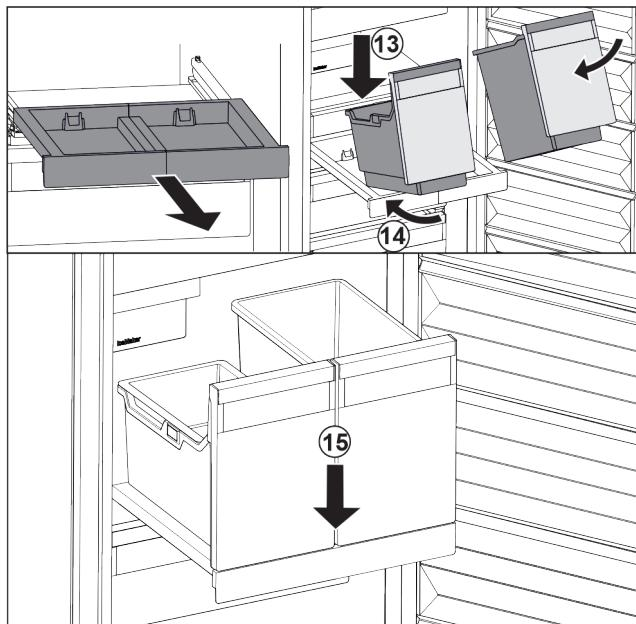

Fig. 90
- ▶ Поставете съда под ъгъл върху изтеглящата се дъска. *Fig. 90 (13)*
- ▶ Вкарайте съда под ъгъл назад. *Fig. 90 (14)*
- ▶ Спуснете съда отпред. *Fig. 90 (15)*